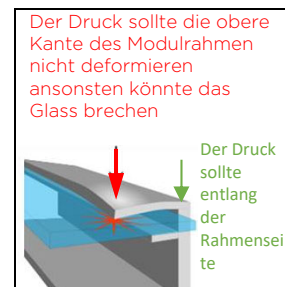

Abbildung 1a: Druck auf die Klemmenstellen
- 2) **Klemmen oder Clips:** Befestigen Sie das Modul mit den gegenüberliegenden Clips an der längeren und/oder kürzeren Seite des Modulrahmens. Die erlaubte Position der Klammern entnehmen Sie bitte aus der Anhang. Achten Sie darauf, dass die Clips oder Klemmen ausreichend belastbar sind, um die maximale Festigkeitsauslegung für das Modul zu erzielen. Clips und Klemmen werden nicht von TCL bereitgestellt. Die Klammern müssen die Kraft gleichmäßig und parallel mit der "Rückwand" des Modulrahmens und nicht nur auf den oberen Flansch ausüben. Sie dürfen keine übermäßige Kraft auf den Rahmen ausüben, den oberen Flansch verziehen oder das Glas berühren - diese Praktiken führen zum Erlöschen der Modulgarantie und können zum Rahmen- und Glasbruch führen. Die Abbildung 1a zeigt ins Detail ein mögliches Schadensbild auf. Vermeiden Sie in den ersten 50mm von der Modulecke zu klemmen, um die Risiken von Deformation und Glasbruch zu verhindern. Der Druck beim Klemmen sollte nicht über 15N.m sein, damit die Verformungen vermeiden werden. Es muss ein kalibrierter Drehmomentschlüssel verwendet werden. Bitte überprüfen Sie die Klemmanleitung. Bitte wenden Sie sich an TCL, um die Genehmigung von nicht standard Klemmdruck oder von höheren Drehmomentwerte zu verwenden.